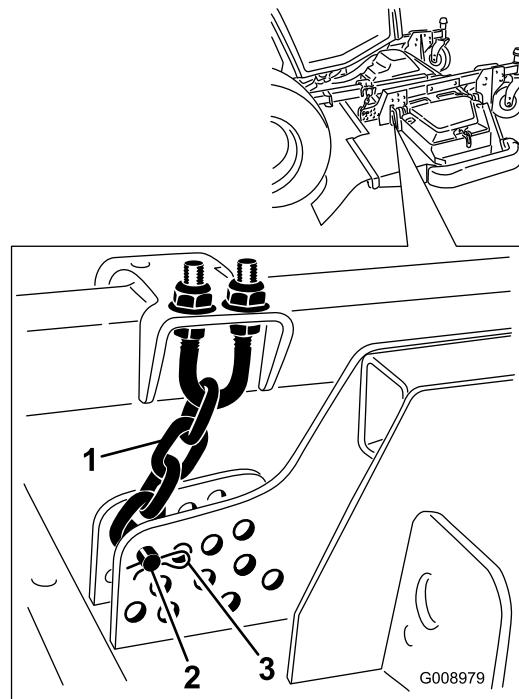

Figure 88
3. Enlevez la goupille fendue et l'axe de chape qui fixent les chaînes de hauteur de coupe à l'arrière du plateau de coupe (Figure 88).